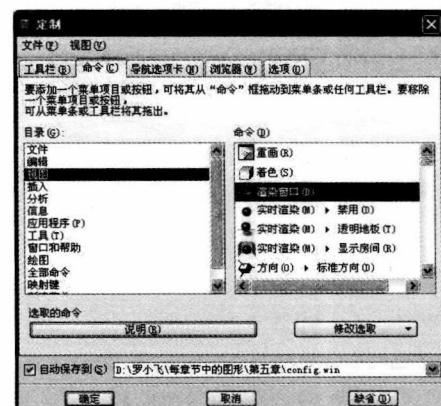

图 1-8 查看制定命令说明
- ② 进入“命令”选项卡，在“目录”列表框中选择需要的分类功能项目，则此时在“命令”选项区域中显示出该分类目录下的功能命令。如果对某个功能命令不熟悉，可以在“命令”选项区域选中它，然后在“选取的命令”选项组中单击“说明”按钮，从而查看该命令的使用方法，如图 1-8 所示。